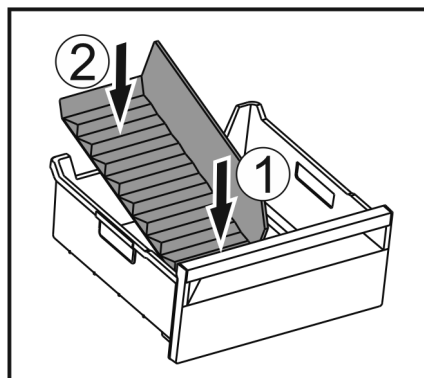

Fig. 49
- ▶ Introduceți separatorul mai întâi în față Fig. 49 (1).
- ▶ Coborâți partea din spate Fig. 49 (2).